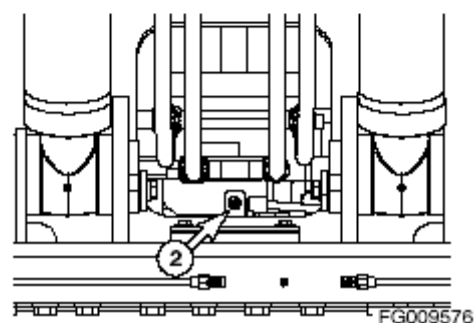

Рисунок 74
3. Надавите на маслёнку и впрысните смазку при помощи смазочного пистолета в указанной точке (2, Рисунок 74).